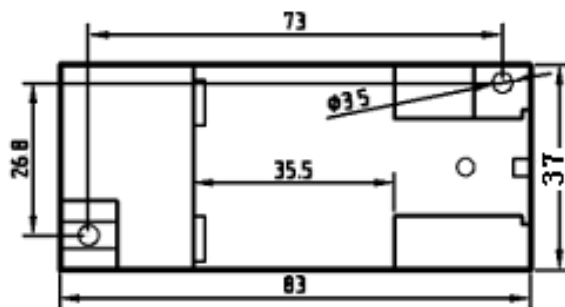

图 4 安装尺寸图
- ① 按图 4 所示的螺孔位置在固定板上打直径为 4mm 孔;
- ② 使用小于  $\Phi 3.5$  的螺钉插入孔中固定。